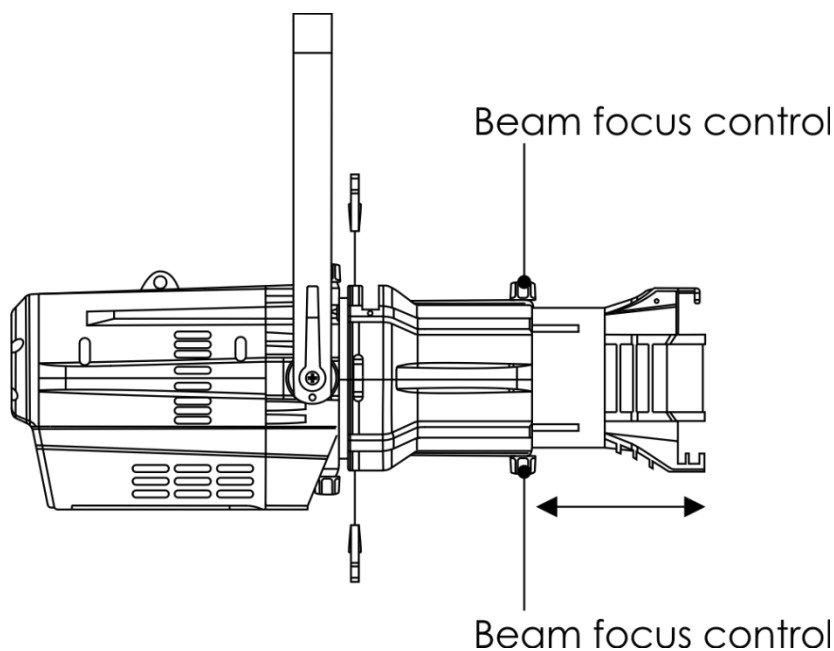

Abb. 05
- 01) Lösen Sie die Fokuskontrollen unter dem Tubus (Abb. 05).